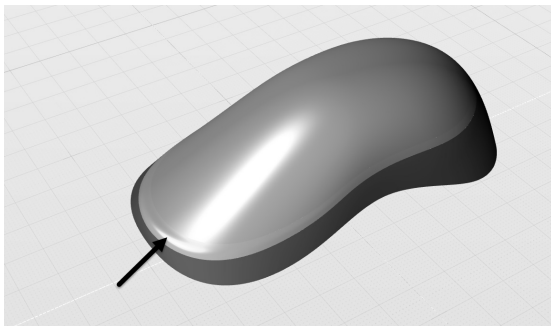

图 5-193 曲面融合
3) 使用“曲面融合”工具, 对上一步修剪的上下两部分进行曲面融合。融合时可分段进行，以保证匹配位置正确，如图 5-193 所示。